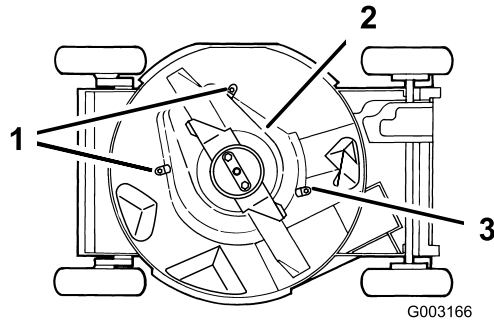

Figura 40
6. Afloje las pestañas que fijan el protector del embrague del freno de la cuchilla a la carcasa, aflojando las tuercas o los pernos de las pestañas (Figura 40). Gire las pestañas 180° para que no estorben.